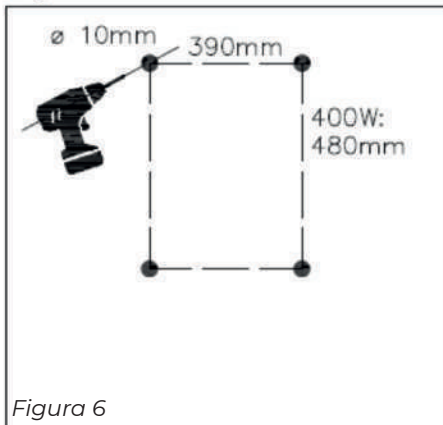

Figura 6
**4.** Perfore dos agujeros superiores para los tacos con una distancia horizontal de 390 mm entre los agujeros (Figura 6).